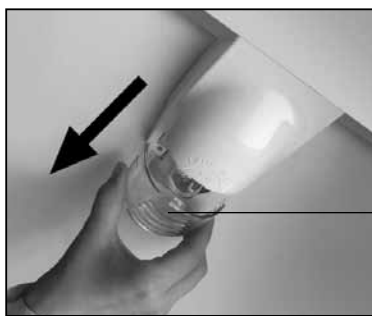

Рисунок 10
12.1 Для освещения ХО предусмотрен светильник с лампой накаливания (см. рисунок 10, 11) или светодиодный в зависимости от модели холодильника.